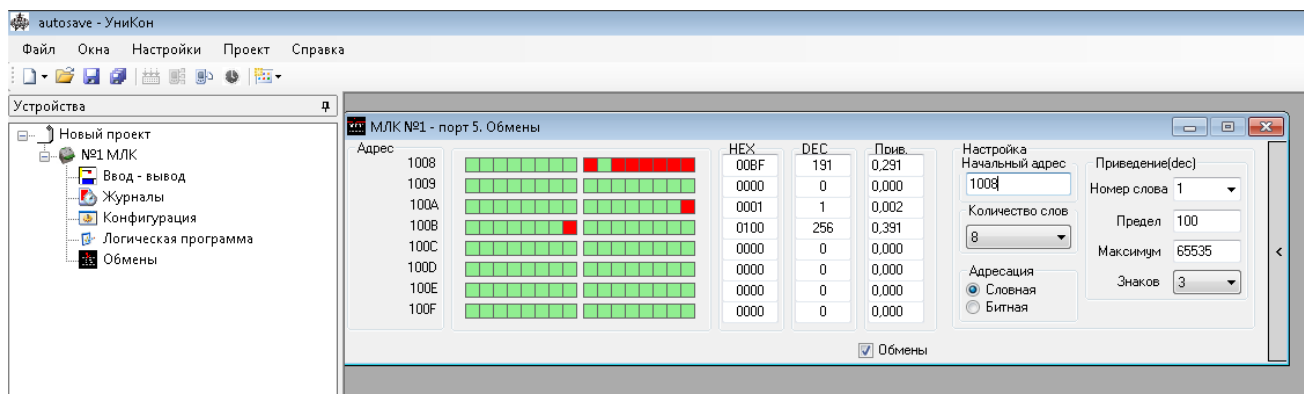

Рисунок 3.14 –Окно «Обмены» контроллера в «УниКоне»
3.6 Окно «Обмены» (рисунок 3.14) содержит информацию о диапазоне адресов, настройке (начальный адрес), количестве слов, адресации (словная, битная) и приведение (dec) - номер слова, предел, максимум, знаков.